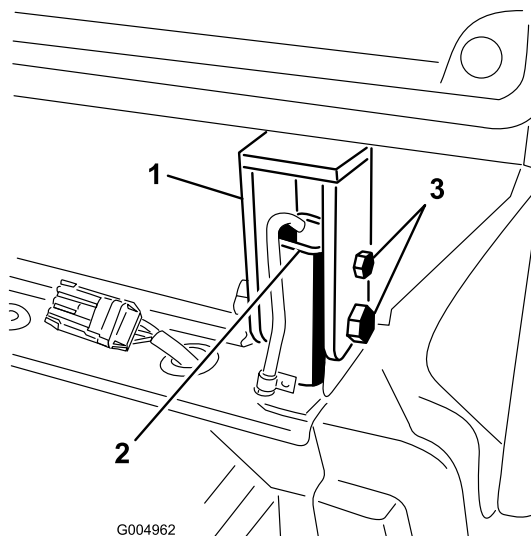

Figura 119
29. Apriete los pernos y las tuercas que sujetan los montajes traseros de la cabina a los postes del ROPS (Figura 119). Ajuste el gato si los pernos se traban y son difíciles de retirar.